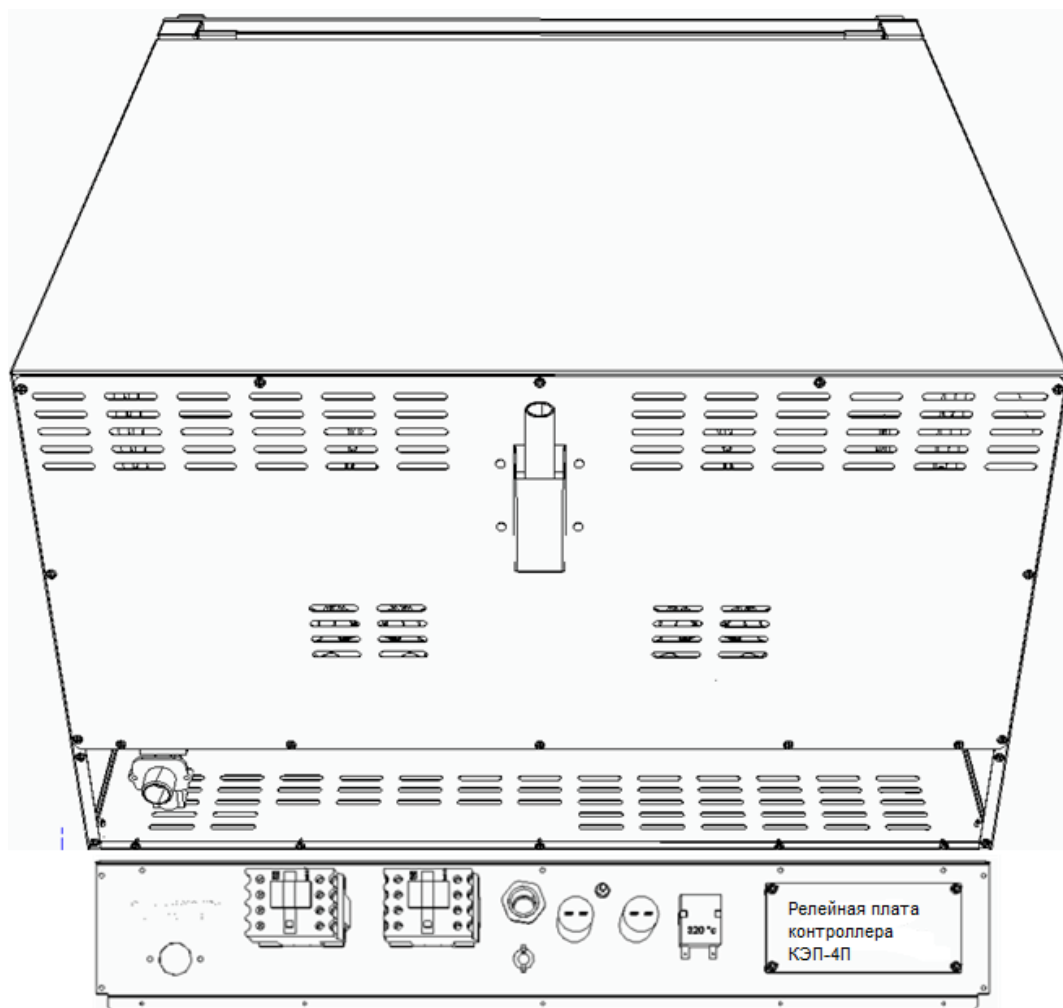

Рис. 4
6. Щит монтажный снять и уложить так, чтобы была возможность (см. рис. 4) беспрепятственно проводить электромонтажные работы.